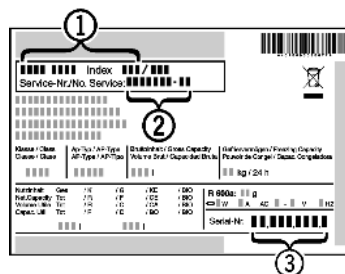

Fig. 13
- ▶ Contact opnemen met de Technische Dienst en het probleem, apparaataanduiding Fig. 13 (1), service-nr. Fig. 13 (2) en serie-nr. Fig. 13 (3) mededelen.